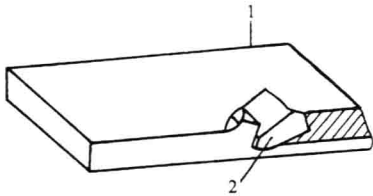

图 2 凿削焊接坡口
(3) 凿削坡口: 焊接坡口指构件在焊接前, 焊口边缘加工出具有一定斜度, 以保证焊透, 如图 2 所示。